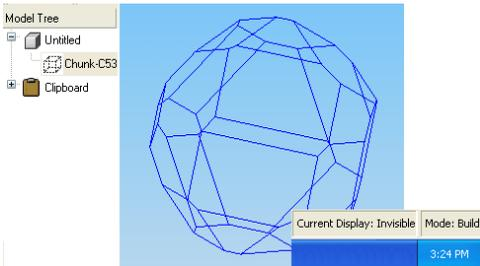

Рис.4. Древо модели (Model Tree) с выделенной невидимой частью, Model Display Status установлен в режиме Invisible
**Invisible (Невидимый).** Выбрав Invisible из Display Menu выделенные атомы или части станут невидимы (рис.4). Если атомы не выделены, то щелчок по этой кнопке изменит статус отображения модели (Model Display Status), рабочее пространство дисплея станет невидимым, все атомы и части автоматически перейдут в невидимый режим отображения.